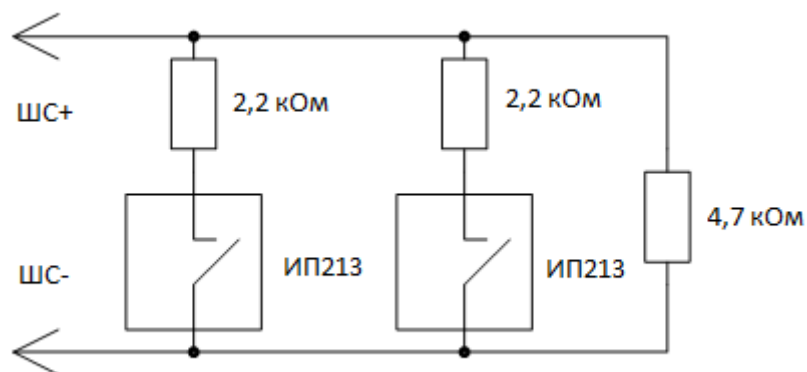

Рисунок 3
2.2.6 Рисунок 3 - пример подключения двух извещателей в шлейф сигнализации ППКОП «Сигнал-20» фирмы Болид. Сигнал срабатывания появляется при переходе в режим «Тревога» двух извещателей, либо при их отсутствии.